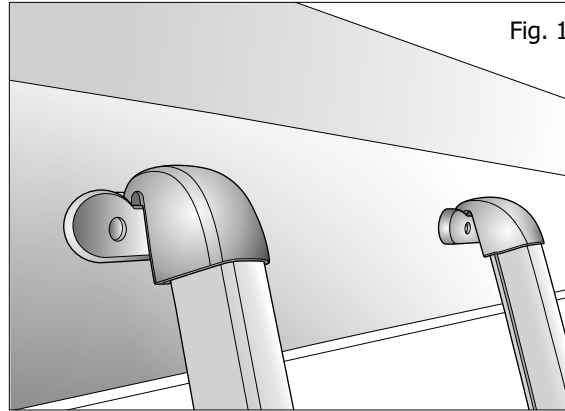

Fig. 1
Pour transformer le lit transversal en dînette, il faut d'abord abaisser la table (Fig. 1 et 2) et ensuite mettre en place la rallonge en bois (Fig. 3) et les coussins (Fig. 4 et 5).
- Pour accéder aux lits surélevés, accrochez l'échelle (Fig. 1) aux supports **A** prévus à cet effet situé face à la zone à laquelle vous désirez accéder (Fig. 2).
Les armoires présentes au-dessus du double plancher (Fig. 1) sont utilisées pour exploiter le mieux possible la charge extra sur le fourgon sans encombrements.
Si vous enlevez les armoires, pour abaisser les couchettes il faut placer les deux pattes en acier **A** (Fig. 1) en les insérant dans le support en plastique **B** (Fig. 2).